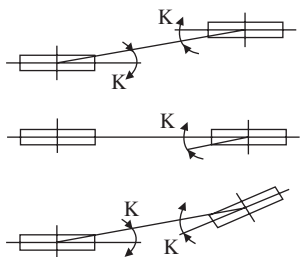

Figura 1 Grado en paralelo de polea
1. Definir el ángulo paralelo del ventilador y de la polea del motor como se muestra en la Tabla 1 y la Figura 1.